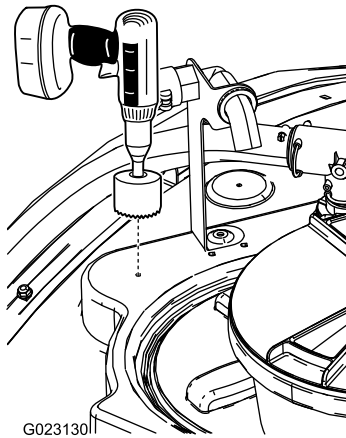

図 14
1. 図 14 に示されているタンク前部の位置を探し出す。
2. 9 cm の円形ノコを使ってマークのところに穴を切る (図 14)。